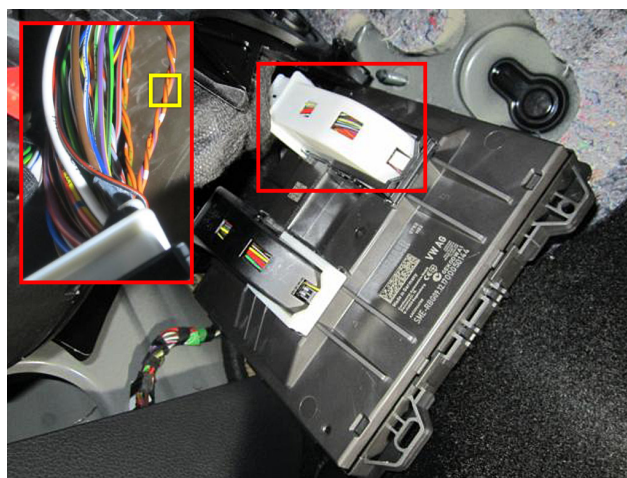
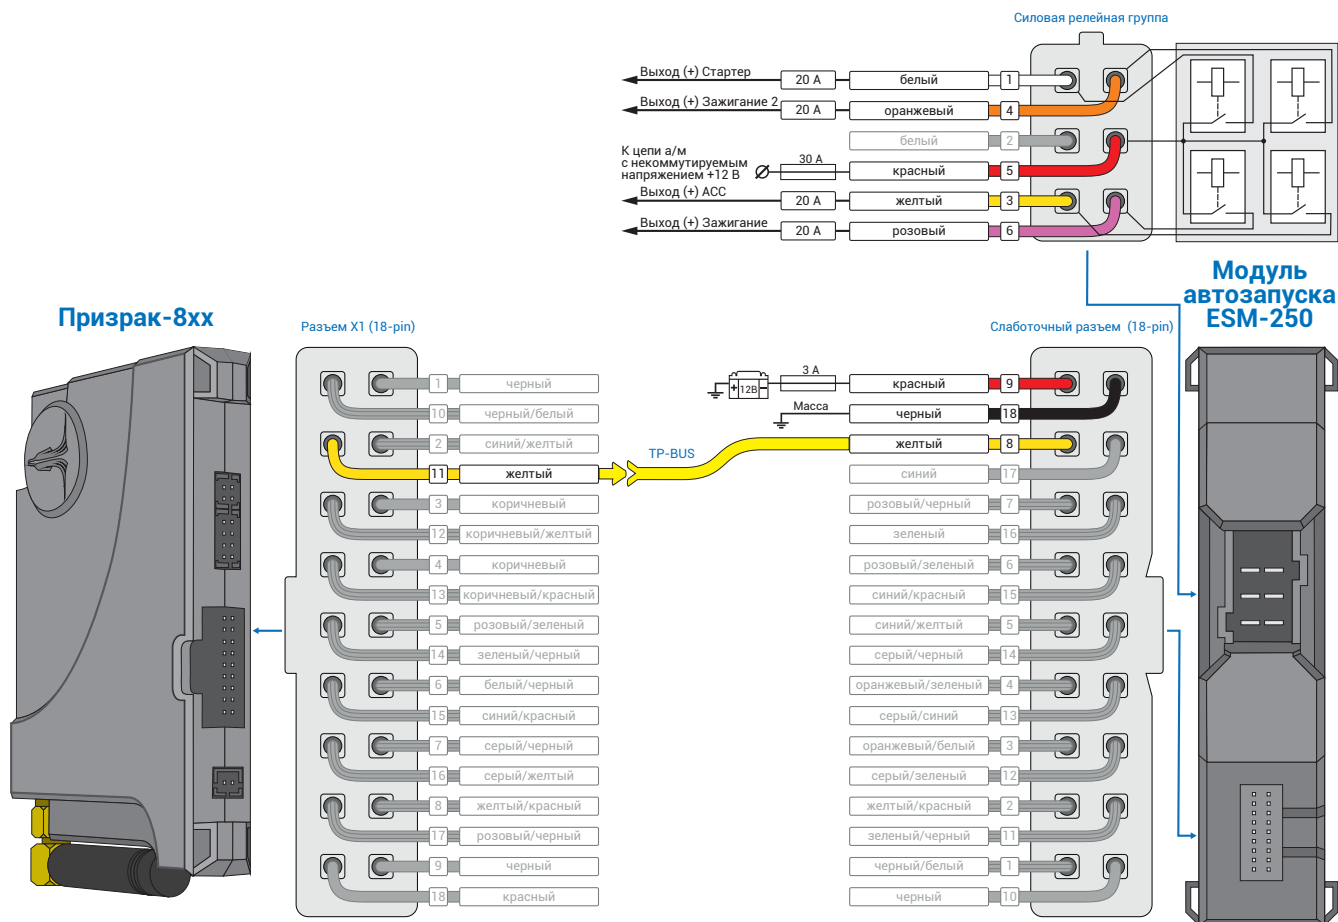

Рис.2 Подключение CAN2
Рис.4 Подключение модуля автозапуска ESM-250
2. Подключите модуль автозапуска ESM-250 – выводы модуля, которые требуется подключить выделены на рис. 2. Подключение к автомобилю производится у замка зажигания (см. рис. 4, 5).